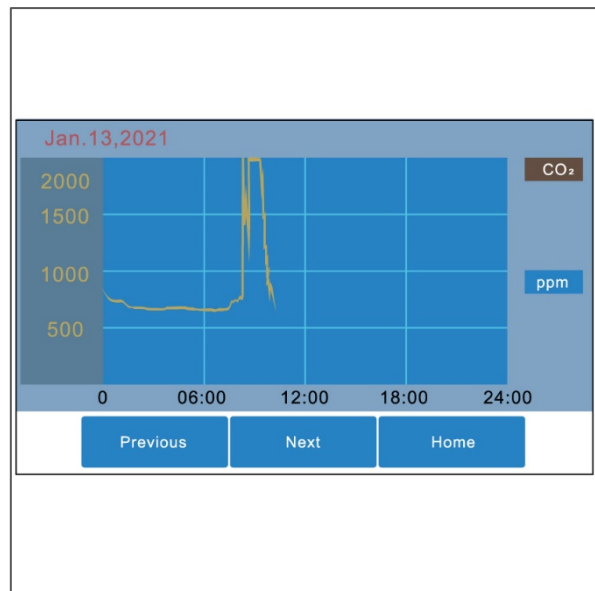

Figura 15
2. É apresentada a visão geral de CO₂ (Figura 15).